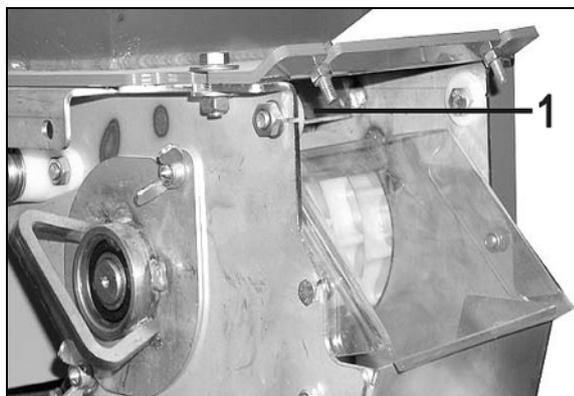

Fig. 35
2. Den Schieber (Fig. 35/1) bis zum Anschlag in den Dosierer schieben.